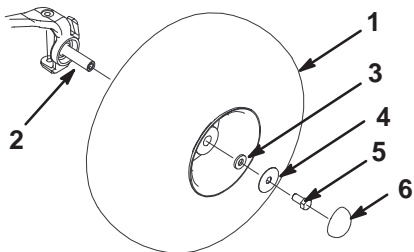

Bild 3
4. Montieren Sie die Räder mit den vorher entfernten Befestigungsteilen (Bild 3) und ziehen sie mit 183–224 Nm fest.